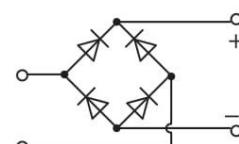

Рис. 3
4. Електрична схема, зображена на рис. 3, має назву *діодний міст*. Дізнайтесь, як «працює» ця схема і для чого вона призначена.